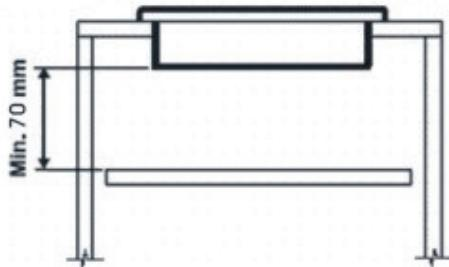

Figure 5
**Remarque importante :** il est toujours nécessaire d'installer une cloison en bois sous la plaque de cuisson, à au moins 70 mm du fond de la plaque et facilement amovible pour permettre d'effectuer les éventuels travaux d'entretien (voir figure 5).